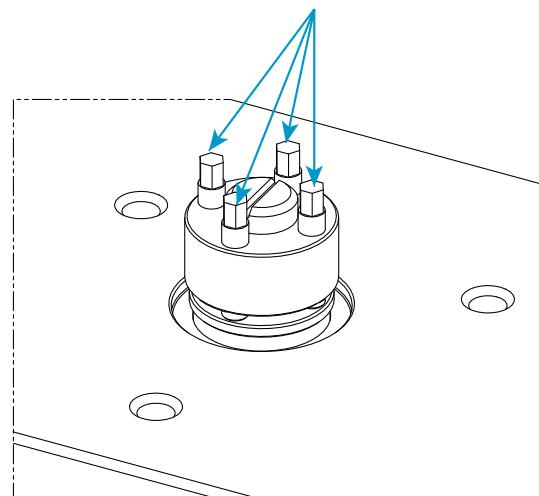

Abbildung 20. Mechanische Spannvorrichtungsbaugruppe
10. Ziehen Sie die vier Stellschrauben (siehe Abbildung 20) am mechanischen Spann gerät mit dem im mechanischen Spannsatz mitgelieferten Drehmomentschlüssel (80-9-11) mit dem passenden 5-mm-Inbusschlüssel (67-4-29) mit 14 N·m wie folgt an: